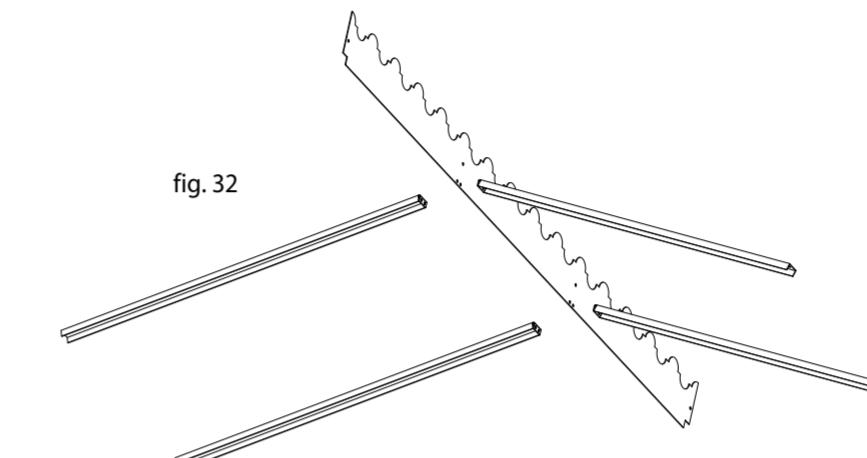
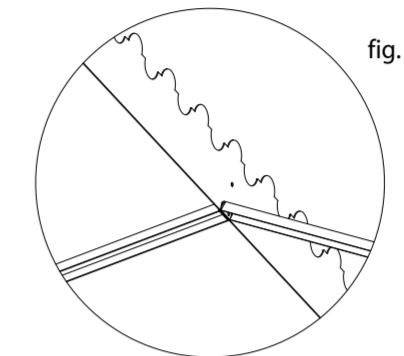
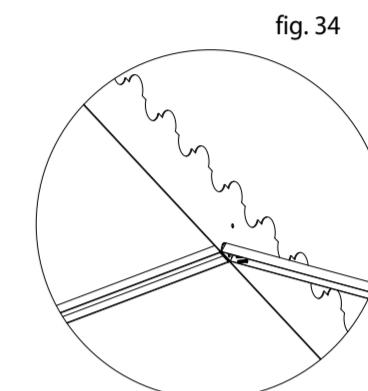

fig. 32
fig. 33
fig. 34
**I** Prendere la trave decorata (cod. KITRA215AU - KITRA285AU - KITRA355AU) e le travi ad "U" (cod. KITRAFIAU) da utilizzare per la copertura della serra (fig. 32). Far coincidere i fori delle travi situati sulla parte inclinata con le forature doppie presenti sulla trave decorata (fig. 33). Inserire le viti nei fori passanti e bloccare le due travi ad "U" su quella decorata con i dadi filettati (figg. 34, 35, 36). Ripetere l'operazione per le altre travi ad "U".
**GB** Take the decorated beam (codes KITRA215AU - KITRA285AU - KITRA355AU) and the "U" beams (code KITRAFIAU) to be used for the greenhouse roof (fig. 32). Match the beam holes located on the sloped part with the double holes on the decorated beam (fig. 33). Insert the screws in the through holes and clamp the two "U" beams to the decorated beam with the threaded nuts (fig. 34, 35, 36). Repeat the operation for the other "U" beams.
**F** Prendre la travée décorée (cod. KITRA215AU - KITRA285AU - KITRA355AU) et les travées en "U" (cod. KITRAFIAU) à utiliser pour la couverture de la serre (fig. 32). Faire coïncider les trous des travées sur la partie inclinée avec les trous doubles situés sur la travée décorée (fig. 33). Insérer les vis dans les trous passants et bloquer les deux travées en "U" sur la travée décorée avec les écrous filetés (fig. 34, 35, 36). Répéter l'opération pour les autres travées en "U".
**E** Tomar la viga decorada (cód. KITRA215AU - KITRA285AU - KITRA355AU) y las vigas en "U" (cód. KITRAFIAU) para la cobertura del invernadero (fig. 32). Hacer coincidir los orificios de la parte inclinada de las vigas con los orificios dobles de la viga decorada (fig. 33). Introducir los tornillos y fijar las dos vigas en "U" en la viga decorada con las tuercas roscadas (fig. 34, 35, 36). Repetir la operación con las otras vigas en "U".
**D** Die Zierstrebe (Art. KITRA215AU - KITRA285AU - KITRA355AU) und die "U"-Profile (Art. KITRAFIAU) die für die Eindeckung des Gewächshauses verwendet werden, nehmen (Abb. 32). Die am schrägen Teil der Streben befindlichen Löcher mit den doppelten Bohrungen an der Zierstrebe zusammenbringen (Abb. 33). Die Schrauben in die durchgehenden Löcher stecken und die zwei "U"-Profile mit den Gewindemuttern an der Zierstrebe befestigen (Abb. 34, 35, 36). Den Vorgang an den anderen "U"-Profilen wiederholen.